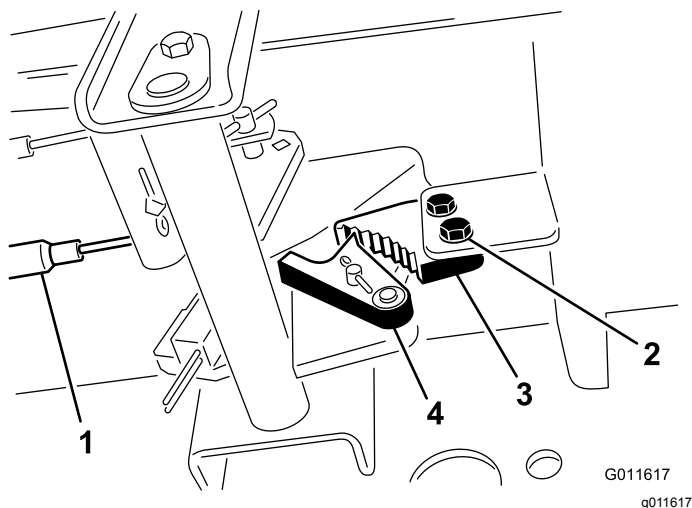

Bild 96
- Lösen Sie die zwei Schrauben, mit denen die Sperre der Feststellbremse am Rahmen befestigt ist (Bild 96).
- Drücken Sie das Pedal der Feststellbremse nach vorne, bis die Bremsenarretierung ganz an der Bremssperre greift (Bild 96).